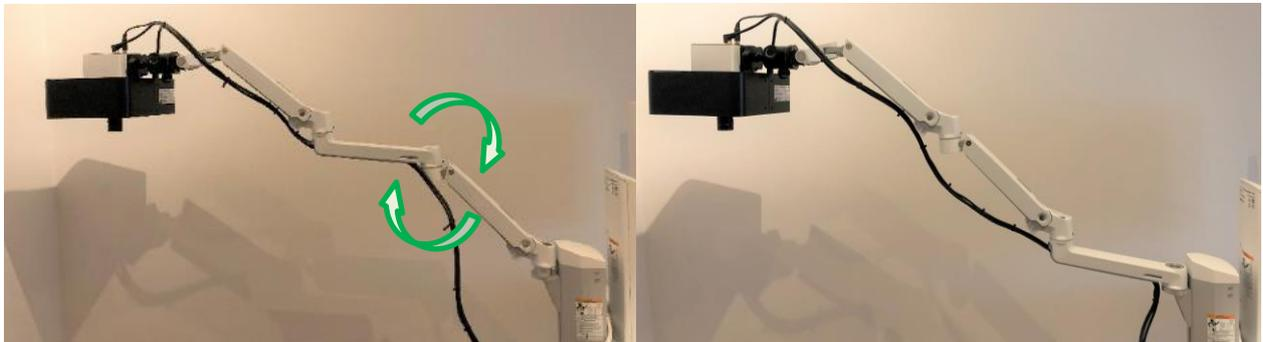

Figure 3: Remplacement des éléments de bras 1 et 2
- Si cela est possible, essayez de remplacer les éléments de bras 1 et 2 (Figure 3).